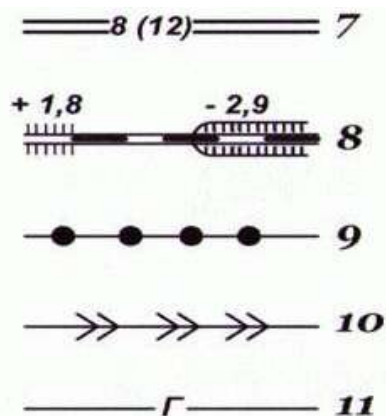

Рисунок 66 - Линейные условные знаки
2. Линейными условными знаками (рис. 66) показывают объекты линейного характера (дороги, реки, линии связи, электропередачи), длина которых выражается в данном масштабе. На условных изображениях приводятся различные характеристики объектов; например, на шоссе 7 (м) показаны: ширина проезжей части – 8 и всей дороги – 12; на однопутной железной дороге 8: +1,800 – высота насыпи, – 2,900 – глубина выемки.